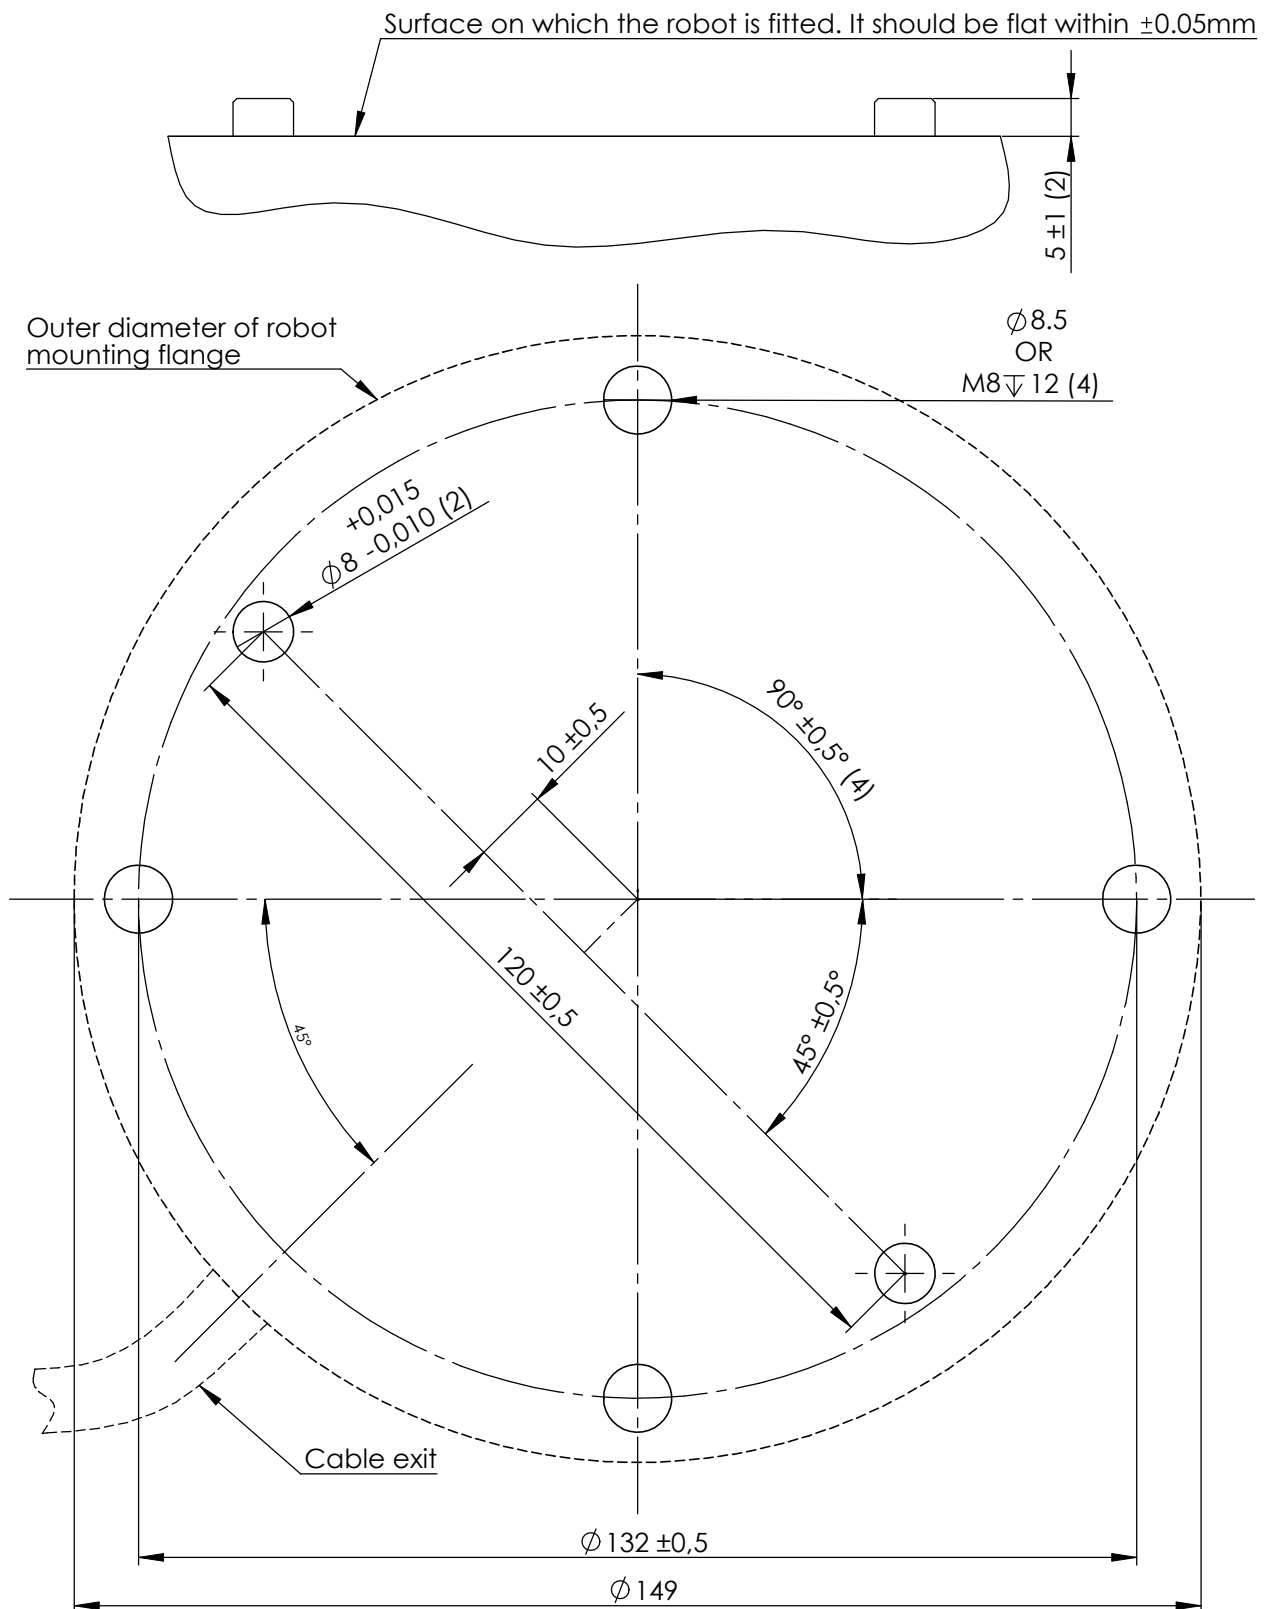

Abbildung 4.1: Löcher zur Montage des Roboters. Verwenden Sie vier M8 Schrauben. Alle Maßangaben sind in mm.
**Roboterarm** Der Roboterarm wird mithilfe von vier M8 Schrauben montiert, die in den vier 8.5 mm-Löchern des Roboterfußes befestigt werden. Es wird empfohlen, diese Schrauben mit 20 N m Drehmoment festzuziehen. Für eine sehr genaue Neupositionierung des Roboterarms sind zwei  $\varnothing 8$  Löcher zur Verwendung mit einem Stift vorgesehen. Darüber hinaus ist ein genaues Gegenstück des Fußes als Zubehörteil verfügbar. Abbildung 4.1 zeigt die Stelle, an der die Löcher zu bohren und die Schrauben zu montieren sind.